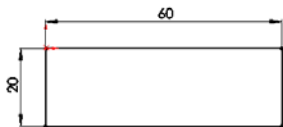

图 4-23 绘制的草图
**02** 绘制草图。在菜单栏中选择“工具”→“草图绘制实体”→“矩形”命令，以原点为一角点绘制一个矩形并标注尺寸，结果如图 4-23 所示。